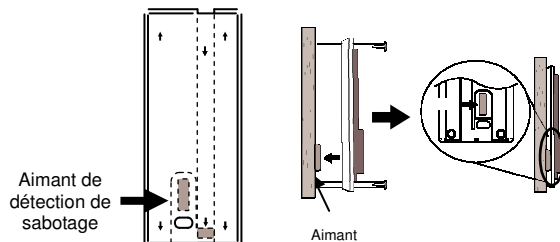

Fig. 6
4. Placer le PIR à 1.9m au dessus du sol (se référer au paragraphe TEST DE MARCHÉ ci-dessous et ajuster si nécessaire), fixer l'aimant pour la détection de sabotage (Fig. 6) puis monter la base à l'aide de 4 vis à l'endroit choisi et refermer le PIR avec son couvercle. S'assurer que le PIR est à portée radio de la centrale, utiliser un répéteur afin d'augmenter la portée si nécessaire.